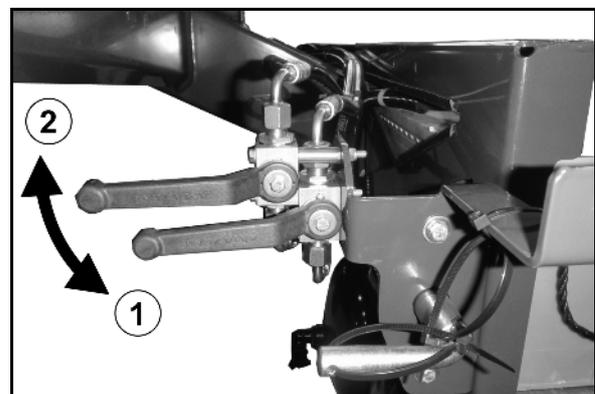

Fig. 25
- Abrir las llaves de cierre en el bloque hidráulico (Fig. 25/1).
- Cerrar las llaves de cierre (Fig. 25/2):